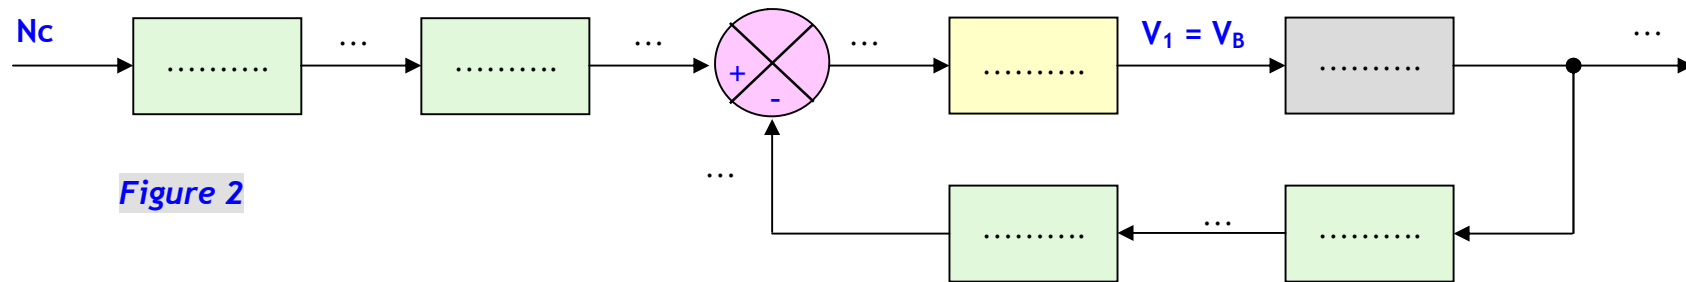

Figure 2
2. Répondre sur le document DREP 16 page 42 - Figure 2 - ;